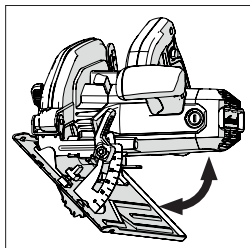

Fig. 14
- Inclinez la lame selon l'angle souhaité, comme indiqué sur le rapporteur du cadran. (**Fig. 14**)
(14) CONSEILS D'UTILISATION (VÉRIFICATIONS AVANT UTILISATION)